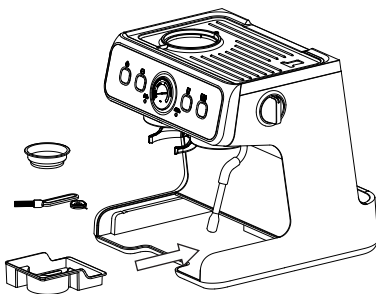

Рис. 8
Машина оснащена ящиком для инструментов (15), в котором хранятся стержни и щетки для очистки. В ящике для инструментов также можно хранить фильтры на одну или две чашки. Ящик расположен в левой нижней части машины, откуда его можно выдвинуть при снятом поддоне для капель (рис. 8).